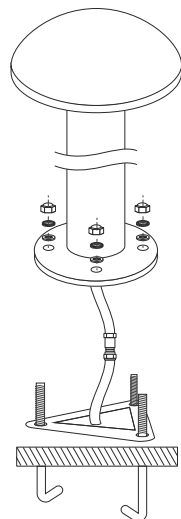

Рис. 3. Установка и подключение светильника
- Закрутите 3 Г-образных крюка в треугольную установочную пластину, как показано на рис. 3.